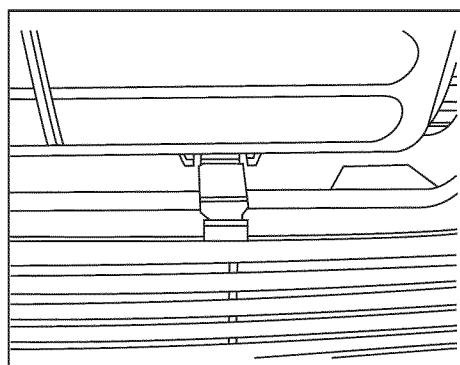

Figure 2 (AIR FRAIS)
2. Faire entrer de l'air à l'intérieur de la pièce – Air Frais (voir Fig. 2)